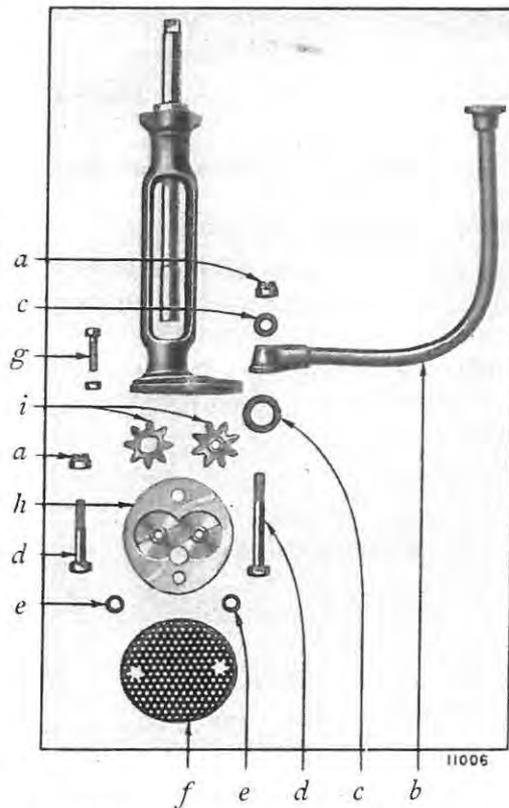

Fig. 27. — La pompe à huile démontée.
17. Démontér la pompe à huile (Fig. 27).